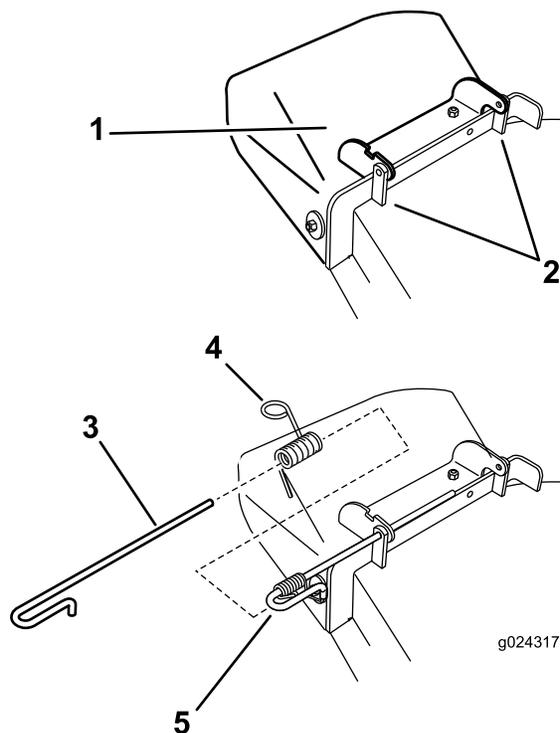

Figure 69
1. Retirez la goupille fendue de l'extrémité de la tige (Figure 69).
2. Désengagez le ressort du cran dans le support de déflecteur et sortez la tige des supports soudés du tablier, du ressort et du déflecteur d'éjection (Figure 69).
3. Positionnez le nouveau déflecteur d'éjection en plaçant les extrémités du support entre les supports soudés du tablier (Figure 69).
7. Reposez la goupille fendue à l'extrémité de la tige (Figure 69).